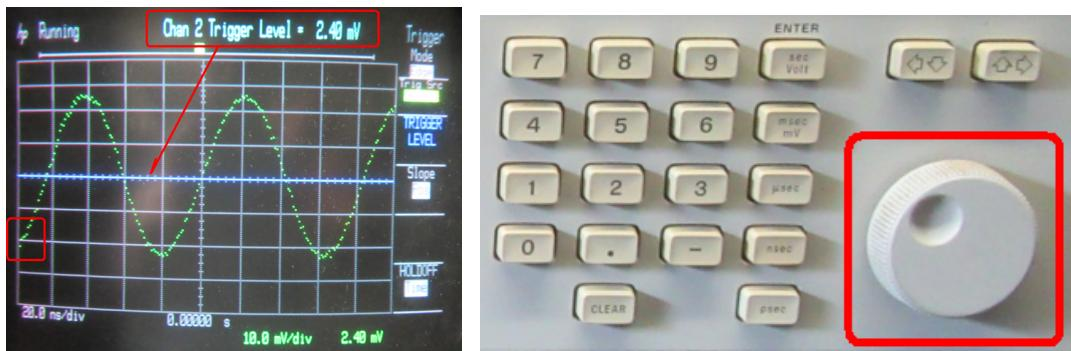

图 19. 调节水平扫描的触发电平
- 2) Chan 2 Trigger Level = xx 显示在屏幕的上方. (图 19)
- 3) 仔细看图 19, 可以发现水平方向中间有一条蓝线. 这条蓝线表示了现在的触发电平. 转动图 19 右边那个圆的旋钮就可以调节蓝线的高低, 也就是调节水平扫描的触发电平. 调节水平扫描的触发电平可以稳定显示的波形也可以控制波形的初始显示点(图 19 左下).